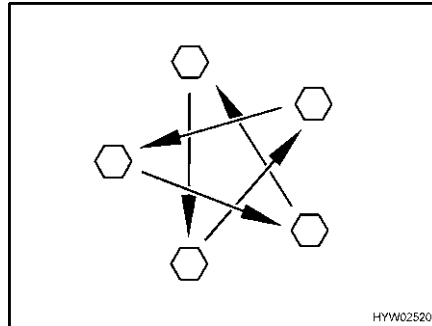

Bild 207 Radmuttern oder Radschrauben über Kreuz anziehen
- Radmuttern oder Radschrauben regelmäßig auf festen Sitz prüfen. Radmuttern oder Radschrauben eines ausgewechselten Rades nach 50 km über Kreuz nachziehen (Bild 207). Anziehdrehmoment siehe Abschnitt 13.5.2.
- ▷ Radmuttern oder Radschrauben über Kreuz anziehen (Bild 207).